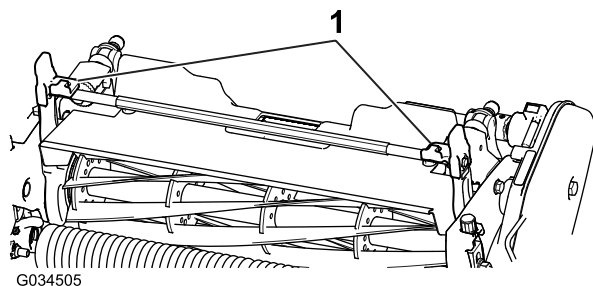
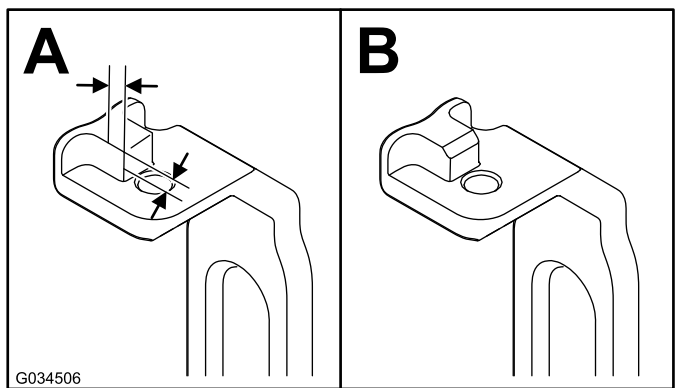

Bild 4
Bild 5
2. Messen Sie an beiden Neigungsarmen (Bild 4) 2,3 mm an den Nasen nach innen und fräsen Sie die Ecke ab, wie in Bild 5 abgebildet.